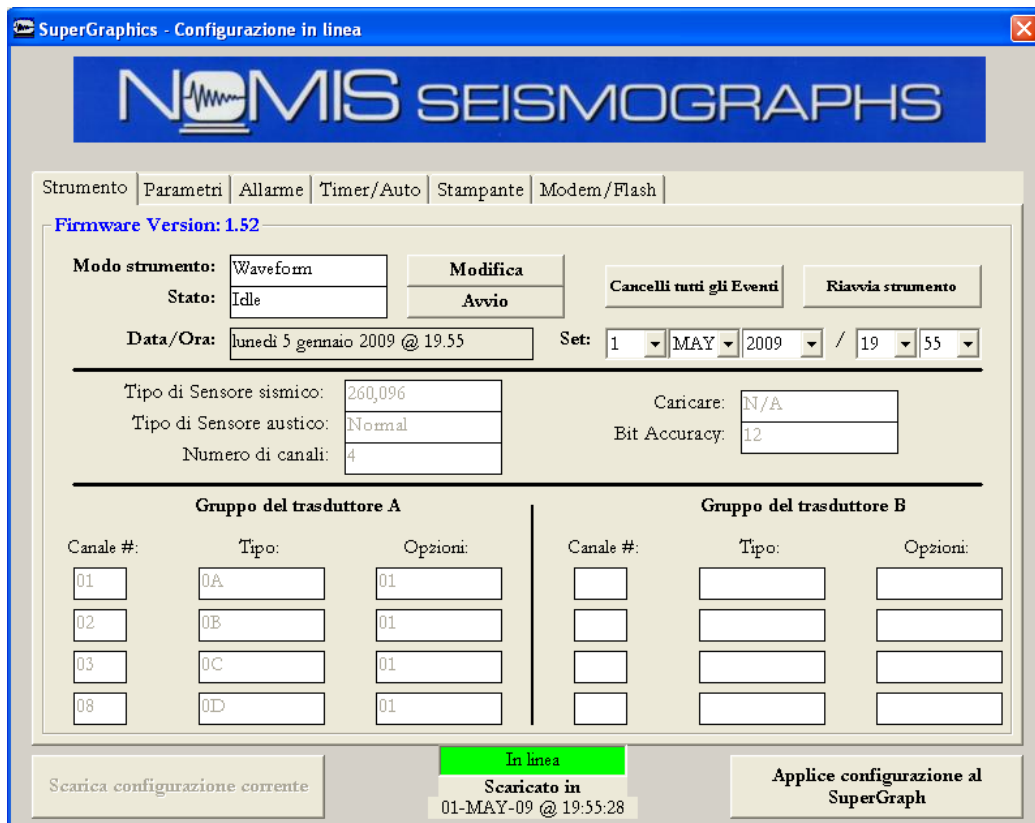

Figura 46: finestra nella quale viene mostrata la configurazione corrente del sismografo
1. Cliccando sul pulsante **Scarica configurazione corrente** verrà effettuato lo scaricamento della configurazione corrente del sismografo, come mostrato nella figura 46